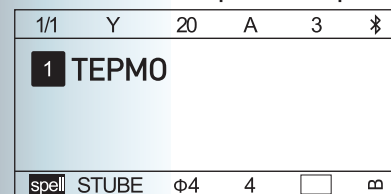

Рисунок 4.3-4
4) Последовательно введите текст, который требуется напечатать, например: Т, Е, Р, М, О на экране отобразится как: 1:ТЕРМО. (Рис. 4.3-4)